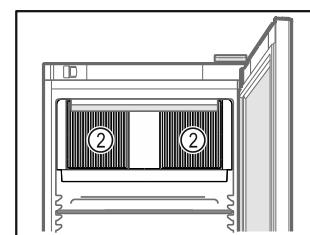

Fig. 48
- ❑ Se till att inte blockera ventilationsgallren *Fig. 48 (2)* för fläkten inne i skåpet.